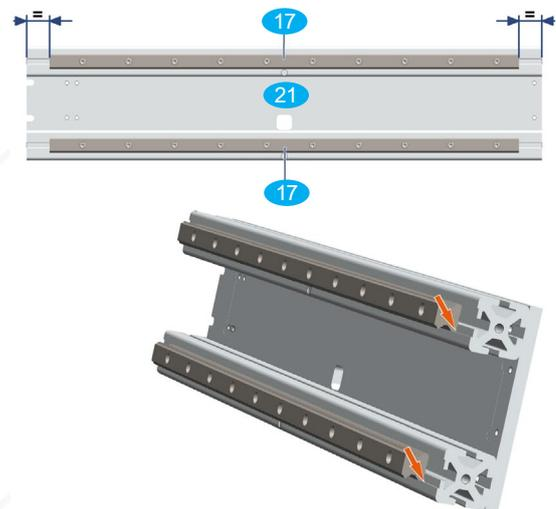

Bild 18: Montage der Y-Linearführungen
- Linearschienen so auf die Profile des Portalbalkens auflegen, dass die in Bild 18 (Detail) mit Pfeilen markierten Unterkanten der Linearführungen an den gefrästen Anschlagkanten anliegen.